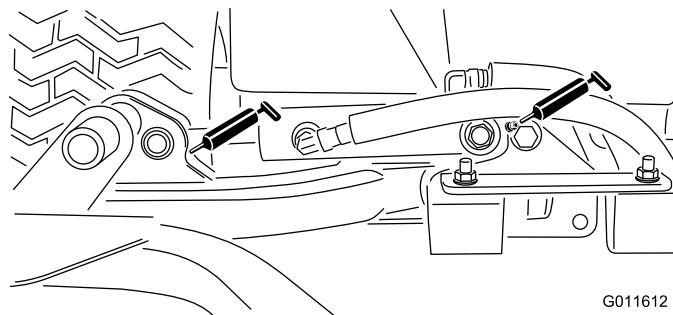

图32
- 滚刀组提升臂油缸 (每个滚刀组 2 个) (图32)
- 提升臂枢轴 (每个滚刀组 1 个) (图32)